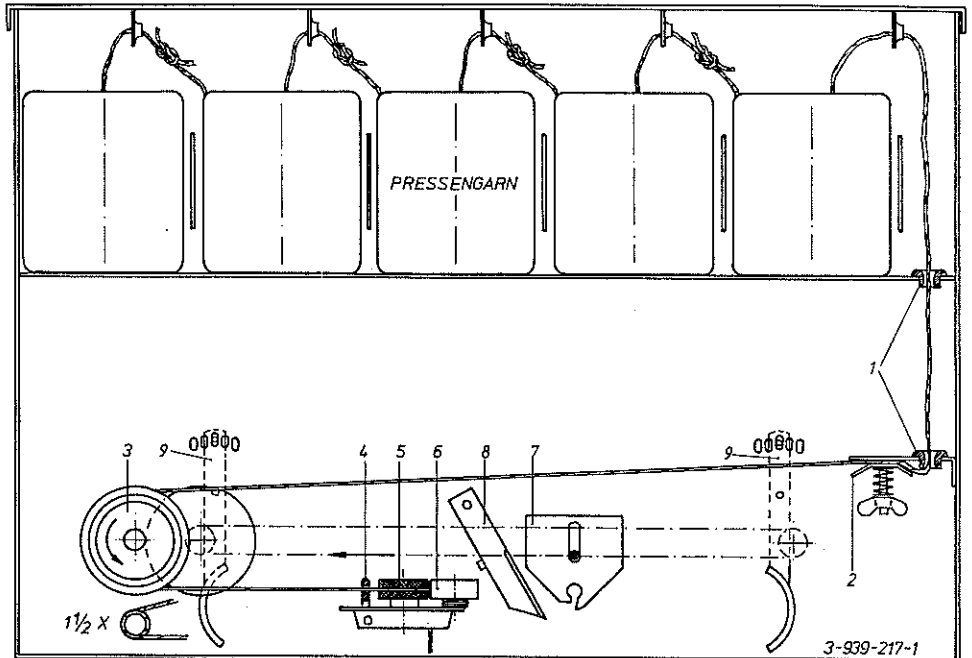

Abb. 9
- Das Bindegarn wird nach Abb. 9 aufrecht in den Behälter gestellt und eingefädelt.
7. Bevor man anhält, Bedienungsseil des Starters ziehen, bis der rollende Ballen das hereinschießende Garn erfaßt und mitnimmt. Damit ist der Bindevorgang eingeleitet und läuft nun automatisch ab. Die Garnfangvorrichtung erfaßt das Garn und wickelt den Ballen von der Mitte beginnend nach links, dann über die gesamte Breite nach rechts und wieder bis zur Mitte. Hier wird das Garn von dem Messer 8 (s. Seite 11, Abb. 9) abgeschnitten.